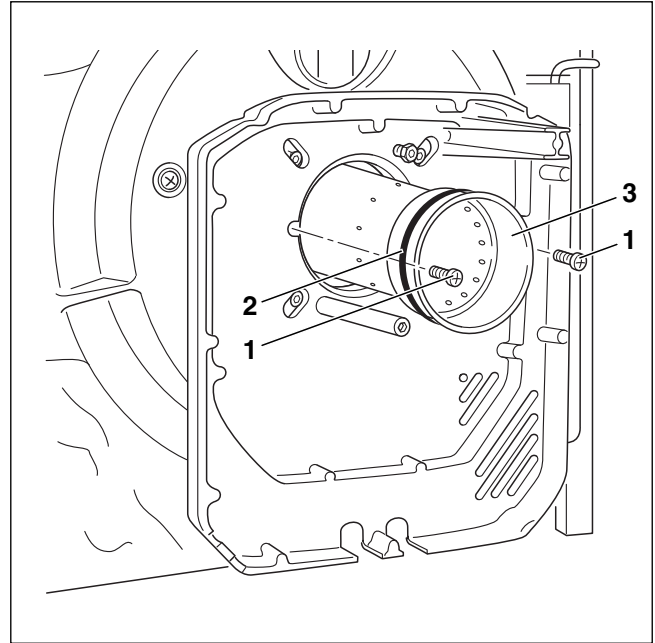

Bild 52 Brennerrohr austauschen und Dichtung prüfen
- Die beiden Befestigungsschrauben (→ Bild 52, [1]) lösen.
- Altes Brennerrohr (→ Bild 52, [3]) herausnehmen.
- Neues Brennerrohr (→ Bild 52, [3]) und O-Ring (→ Bild 52, [2]) einbauen.